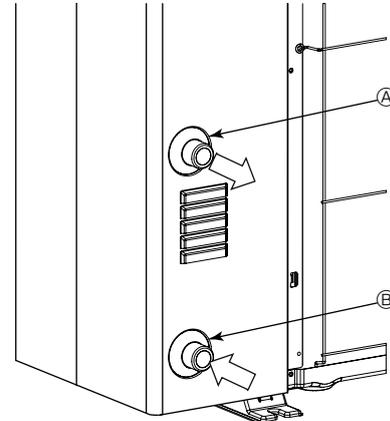

Fig. 5-1
5.1. Waterleidingverbinding (Fig. 5-1)
- De positie van de inlaat- en uitlaatbuizen wordt getoond in Fig. 5-1.
[Fig. 5-1]